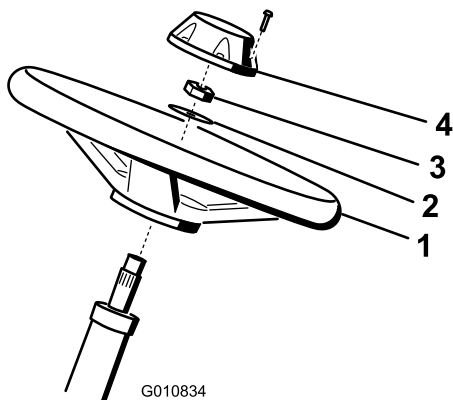

Figura 6
1. Deslice el volante sobre la columna de dirección (Figura 6).
2. Deslice la arandela sobre la columna de dirección (Figura 6).
3. Sujete el volante a la columna con una contratuerca y apriétela a entre 27 y 35 N·m (Figura 6).
4. Sujete el embellecedor al volante con 6 pernos (Figura 6).